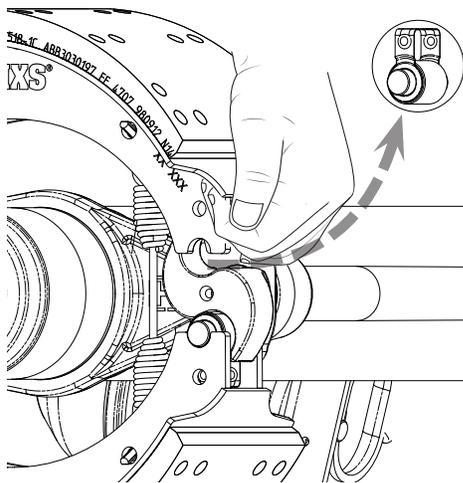

Figura 2: Remoción de rodillo de la zapata de freno y el clip de retención del rodillo
2. **Levante** la zapata de freno superior y **remueva** el rodillo y el clip de retención del rodillo de la zapata de freno superior (Figura 2).